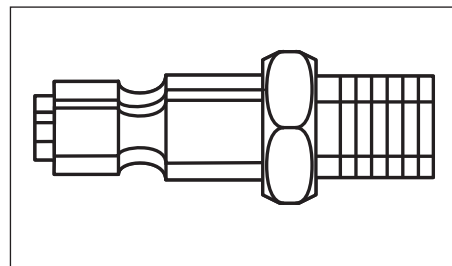

Figure 4 - Bouchon Rapide
**BOUCHON RAPIDE** — Un bouchon rapide conçu pour fonctionner en combinaison avec un coupleur rapide pour joindre facilement et rapidement un outil pneumatique en tuyau à air (voir *Figure 4*).
**BOYAU D'ALIMENTATION D'AIR :** TOUJOURS utiliser des boyaux d'alimentation d'air avec une pression de service minimale égale à ou supérieure à la pression de la source de pression, ou 1 034 kPa (150 psi), selon la valeur la plus élevée. Utiliser un tuyau d'air d'au moins 6,4 mm (1/4 po) pour les distances jusqu'à 15,24 m (50 pi). Utiliser des tuyaux d'air de 9,5 mm (3/8 po) pour les distances de 15,24 m (50 pi) ou plus (voir la figure 4 et le tableau 3).